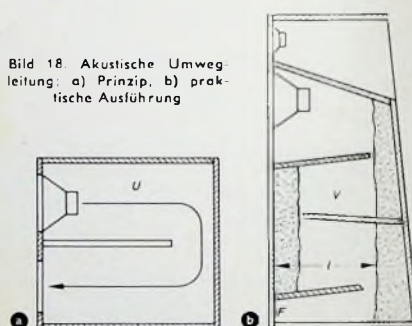

Bild 18. Akustische Umwegleitung: a) Prinzip, b) praktische Ausführung
Bei der akustischen Umwegleitung (Bild 18), die auch als akustisches Labyrinth bezeichnet wird, handelt es sich grundsätzlich um ein sehr tiefes, offenes Gehäuse. Die Gehäusetiefe mit der Weglänge  $U$  ist nach Gl (21) ein Maß für die untere Grenzfrequenz
Gibt man dem Gehäuse eine Form nach Bild 18, so gelangt die rückwärtige Strahlung bei  $U = \lambda/2 = c/2f$  gleichphasig nach vorn und addiert sich zur vorderen Lautsprecherstrahlung. Das erklärt den hohen Wirkungsgrad in diesem Bereich.